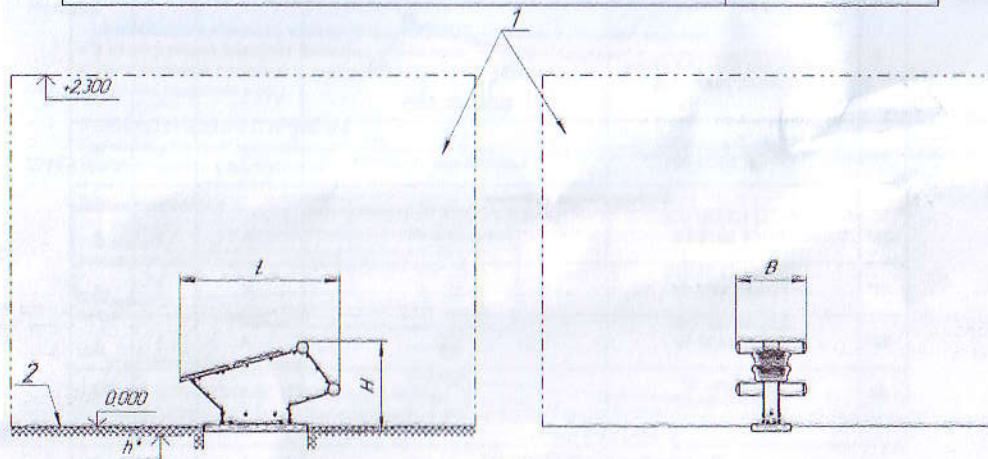

Рис. 1
2.1 Основные технические характеристики приведены в таблице 1 и на рис. 1.